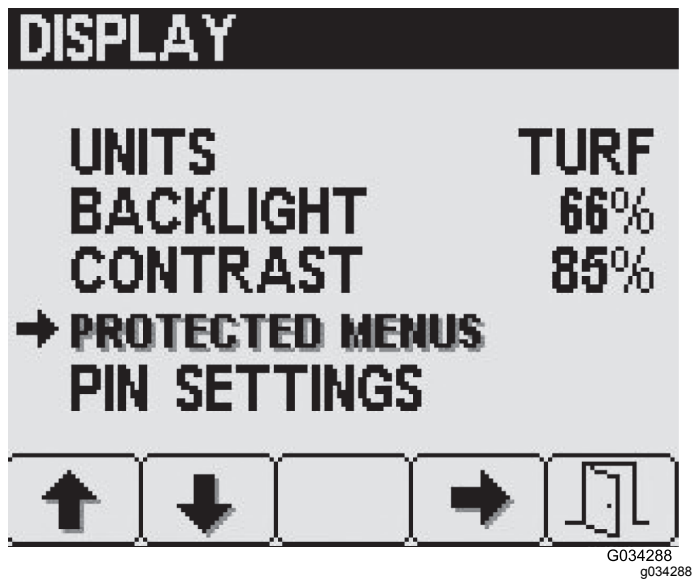

Bild 22
1. Drücken Sie auf den Bildschirm „Display“ die Taste 2, bis Sie „Geschützte Menüs“ erreichen und drücken Sie Taste 4, um „Geschützte Menüs“ auszuwählen (Bild 22).
2. Drücken Sie Taste 2, bis Sie den gewünschten Eintrag im geschützten Menü erreicht haben (Bild 22).